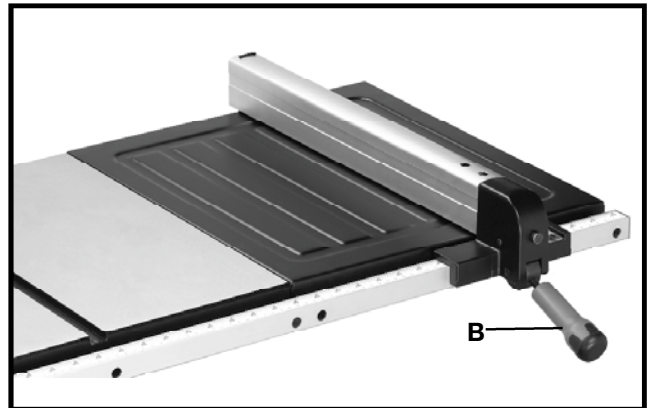

Fig. 22
2. Baje la guía de corte longitudinal a la mesa como se muestra en la Fig. 22, y asegúrese de que la abrazadera trasera se enganche en el extremo posterior de la mesa.
3. La guía de corte longitudinal generalmente se instala generalmente del lado derecho de la mesa de la sierra. Levante el mango de bloqueo (B) y posicione la guía en la mesa. Presione hacia abajo el mango (B) para bloquear la guía en su lugar en la mesa de la sierra.